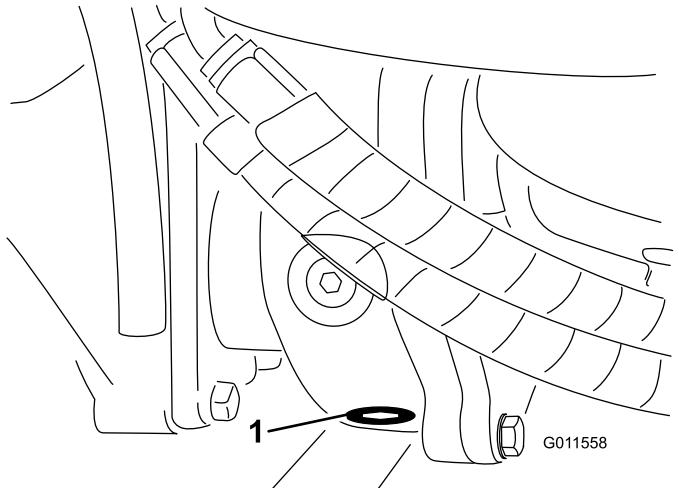

**Figure 108**
- Enlevez le bouchon de contrôle/remplissage du côté gauche du boîtier d'engrenages et vérifiez que le lubrifiant atteint la base de l'orifice (Figure 108).